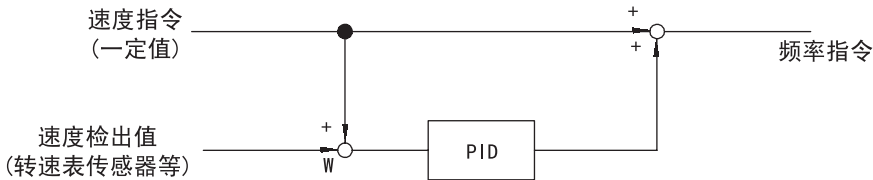

图 7.25 设定值 3、4 的应用举例
- 图 7.25 所示，设定值为 3、4 的速度控制的应用举例。（SPEC：F 对应）